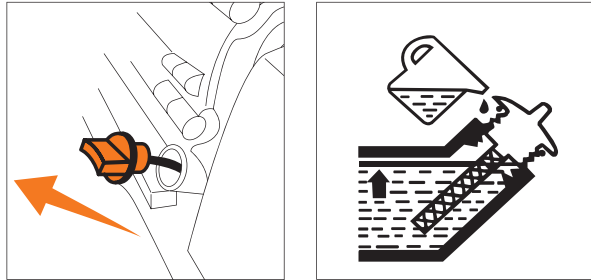

Рис. 19
- Отверните крышку маслозаливной горловины, достаньте щуп (Рис. 19).
- Если уровень масла меньше нижней линии (L) на щупе, добавьте масло до верхней линии (H).